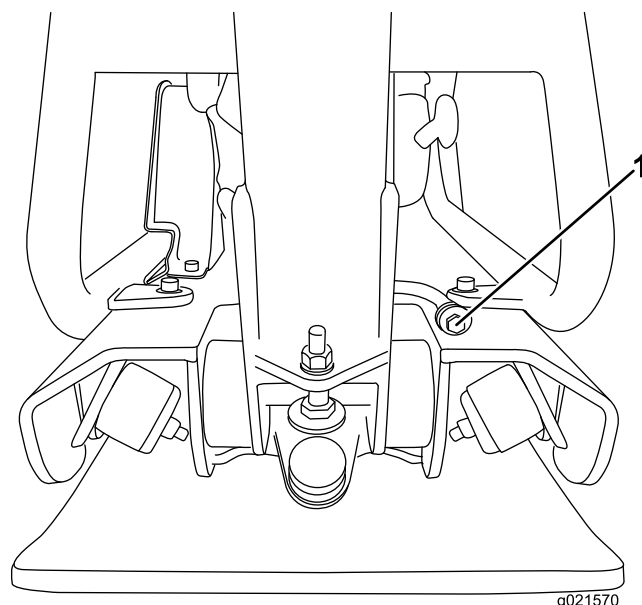

Figure 21
3. Enlevez le bouchon de vidange (Figure 21).
2. Placez un bac de vidange sous le bouchon de vidange (Figure 21).